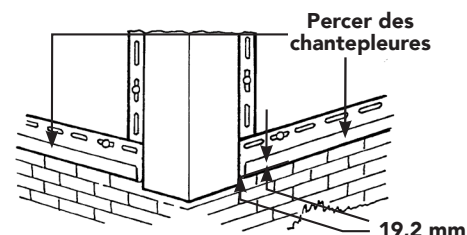

Figure 52
- Positionner le bord supérieur d'une moulure en J ou d'un appui du parement vertical le long de la ligne de craie tracée auparavant. Penser à percer des chantpleures d'au moins 4,8 mm (3/16 po), à intervalle maximal de 610 mm (24 po). Voir la Figure 52.